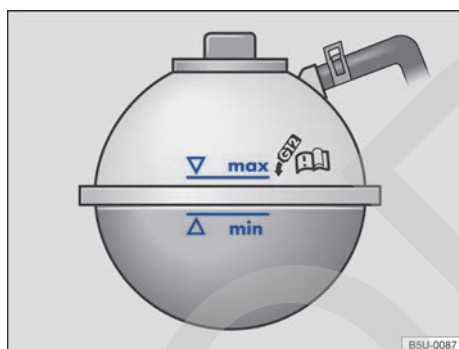

Fig. 156 En el compartimento del motor: marca en el depósito de expansión del líquido refrigerante del motor.
- Con el motor frío, comprobar el nivel del líquido refrigerante del motor por la marca lateral del depósito → **fig. 156**.
- El nivel del líquido refrigerante del motor debe permanecer dentro de la marca del depósito → fig. 156. ¡No completar por encima de la marca "máx" → ⓘ!
- Completar con líquido refrigerante del motor solamente hasta la marca "máx" → fig. 156. De lo contrario, al calentarse, el líquido excedente sería expulsado del sistema de refrigeración del motor y podrá causar daños.